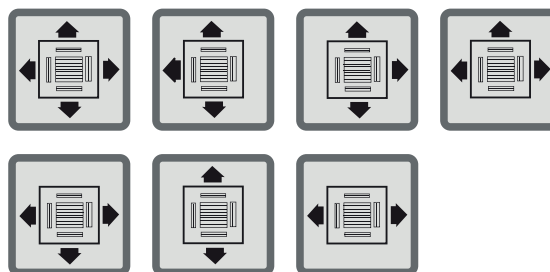
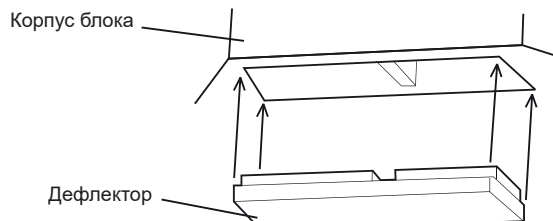

Рисунок 2.3
Рисунок 2.4
5. Исходя из расположения помещения, определите направления воздушного потока в месте установки блока. См. рисунок 2.3 с указанием направления воздушных потоков. Если участок вентиляции должен быть заглушен, установите дефлектор в системе вентиляции корпуса блока для перекрытия воздушного потока. См. рисунок 2.4